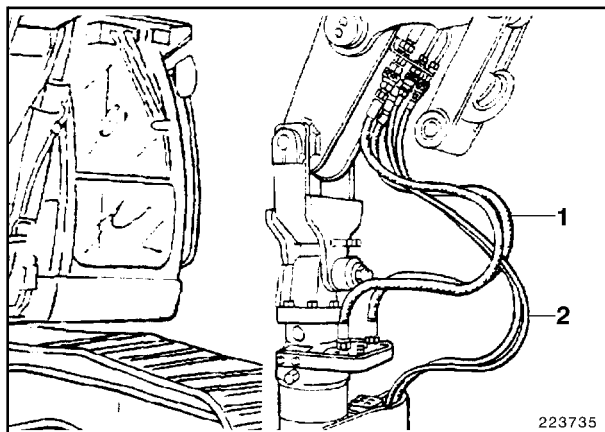

Fig. 4
- Empalmar los tubos flexibles hacia el cilindro de cuchara (1, Fig. 4) y el motor de giro de la cuchara autoprensora (2).
- Oprimir el interruptor basculante "Girar cuchara" (69) hacia la derecha y hacia la izquierda,
- Retirar los tubos flexibles de hidráulica (1 y 2, Fig. 4) de los acoplamientos rápidos.